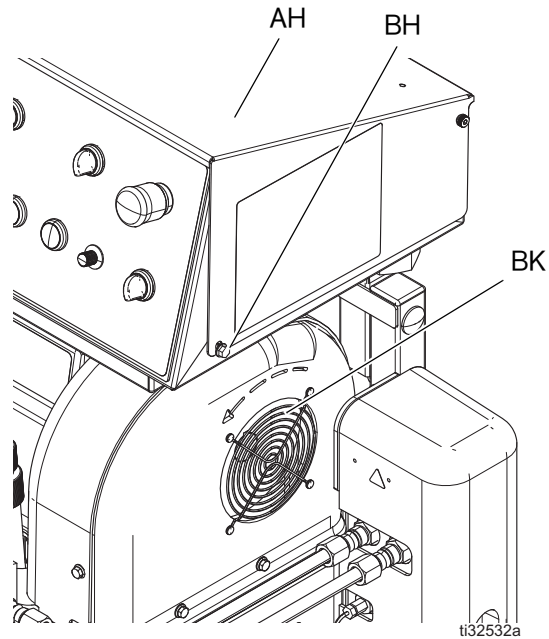

图 7: 电动马达旋转
7. 确认电动马达风扇 (BK) 旋转是否正确。
- a. 将主电源断开设备 (CE) 打开。
- b. 将控制电源开关 (CH) 转到起动。将泵控制开关 (CL) 转到空档。
- c. 短暂开启马达电源开关 (CN)。观察电动马达风扇 (BK) 的旋转方向。参见图 7 所示。
- a. 立即将马达电源开关 (CN) 关闭。
- b. 将控制电源开关 (CH) 转到停止。
- c. 将主电源断开设备 (CE) 关闭。